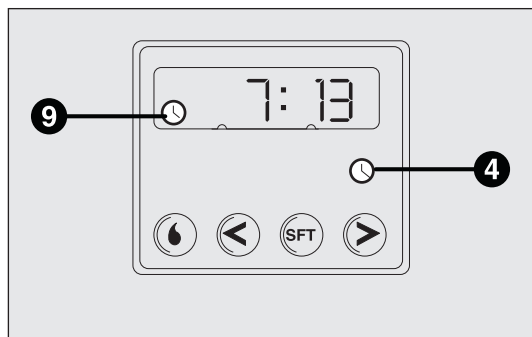

fig. 58
- Appuyer sur le bouton 4 : l'écran et le témoin 9-fig. 58 s'allument ;
Lecture de l'heure actuelle fig. 58